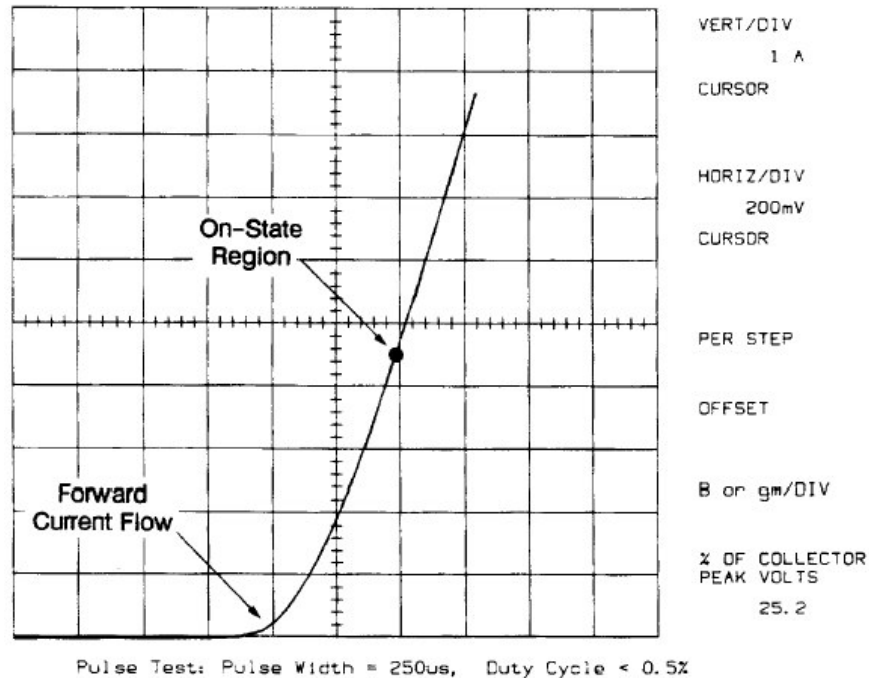

图 3-6 使用 f 线光标测量二极管的正向电阻
12. 使用上，下，左，右光标位置键，将 f 线光标斜率变到如图 3-6 所示的曲线切线位置。